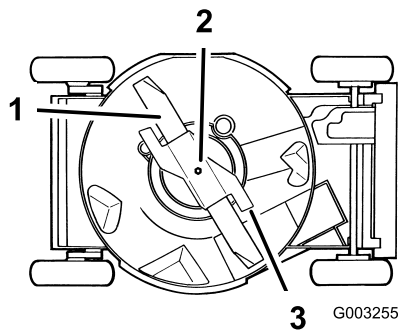

Figura 33
4. Vuelque el cortacésped hacia su lado **derecho** (Figura 33).
Sujete el extremo de la cuchilla usando un paño o un guante grueso. Retire el perno de la cuchilla, la arandela de freno, el acelerador y la cuchilla (Figura 33).